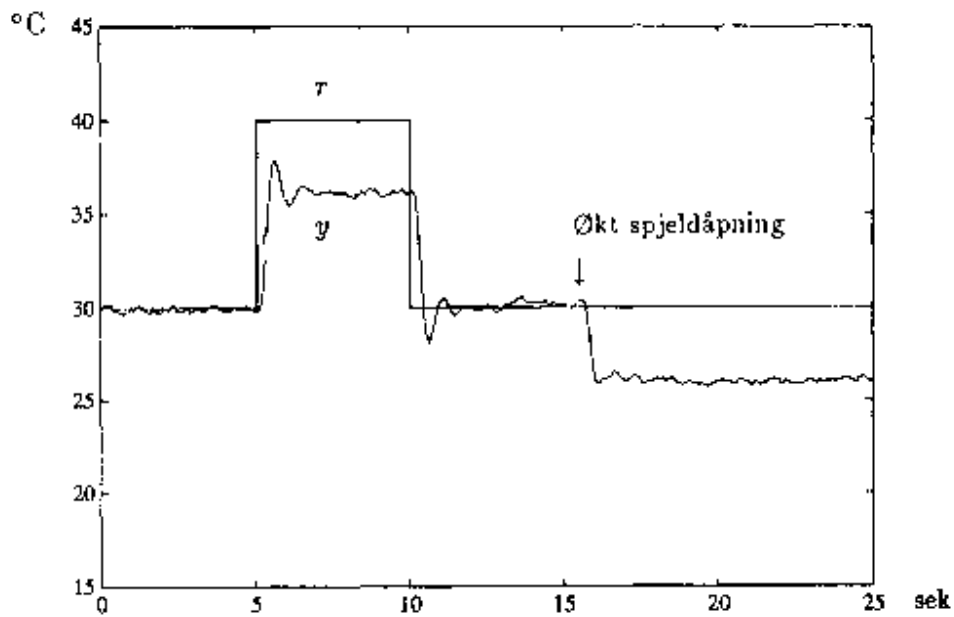

Figur 2: Blokkdiagram av temperaturreguleringsystem
1. Blokkdiagrammet er vist i figur 2.